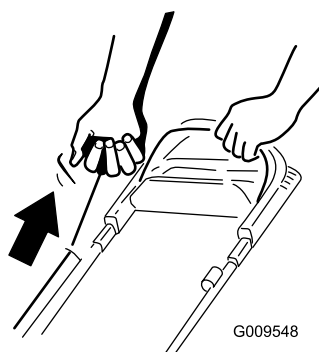

Figure 14
2. Tirez légèrement la poignée du lanceur (Figure 14) jusqu'à ce que vous sentiez une résistance, puis tirez vigoureusement et laissez le câble se rétracter lentement jusqu'au guide sur le guidon.